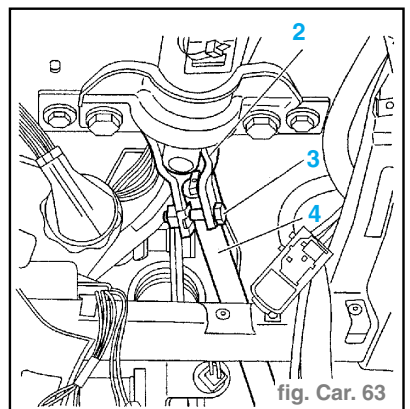

fig. Carr. 63
- Déposer la vis (3). (fig. Carr. 63)